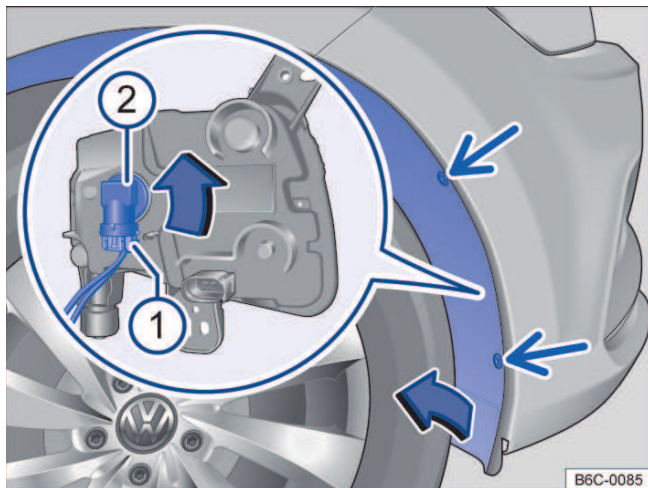

Fig. 134 Na caixa de roda dianteira: acesso à lâmpada incandescente do farol de neblina.
2. Remover os parafusos de fixação do revestimento da caixa de rodas → Fig. 134 (setas) com o auxílio de uma chave de fenda.
5. Retirar o conector de alimentação da lâmpada → Fig. 134 ①, pressionar, ao mesmo tempo, a trava de fixação do conector.
6. Girar o soquete da lâmpada → Fig. 134 ②, no sentido anti-horário até o batente, e desencaixá-lo do alojamento.
11. Encaixar o conector de alimentação ① no soquete da lâmpada. o conector precisa encaixar audivelmente.
13. Recolocar os parafusos de fixação → Fig. 134 (setas) e apertá-los.